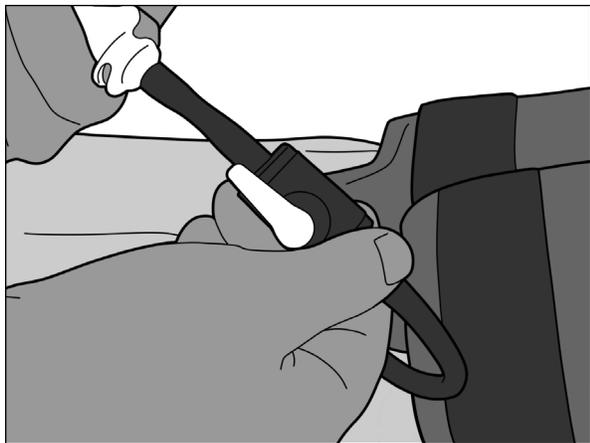

図18
5. 2分後、チューブと平行になるようにバルブを回してバルブを開きます(図18)。